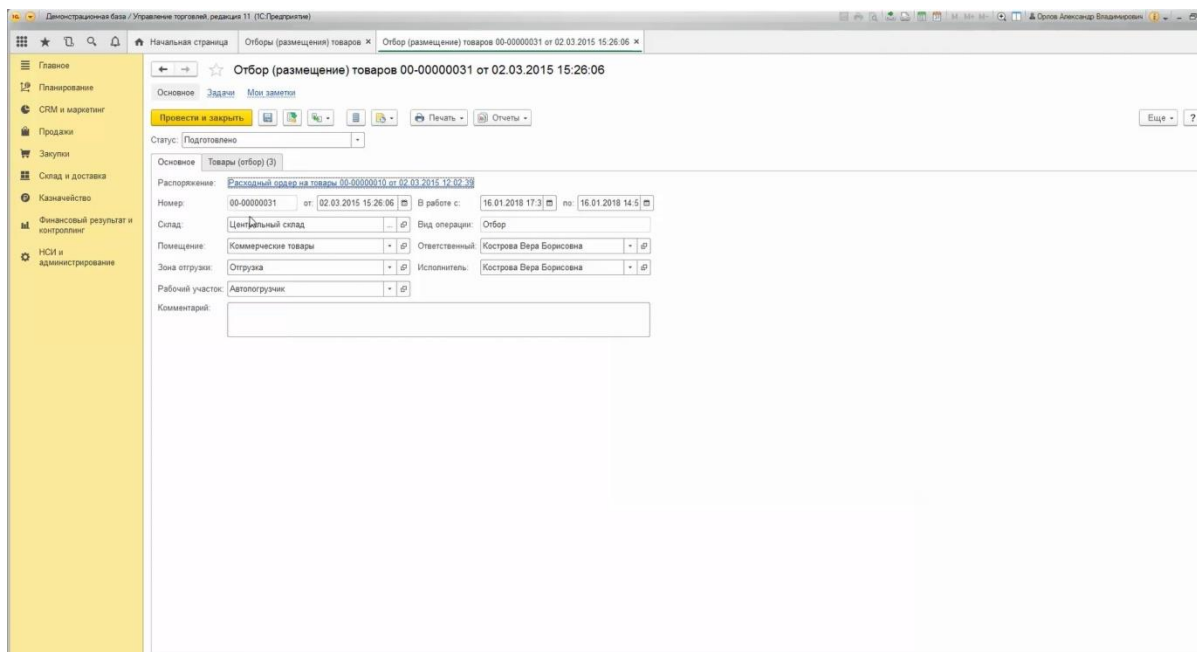

Рис. 3.26. Документ «Отбор (размещение) товара».
- параметры **«Склад»**, **«Помещение»** и **«Исполнитель»** задаются для дополнительной фильтрации между исполнителями заданий. Их присылает приложение. (Рис. 3.26). В табличной части документа «Отгружаемые товары» действие должно быть установлено **«Отобрать»**.